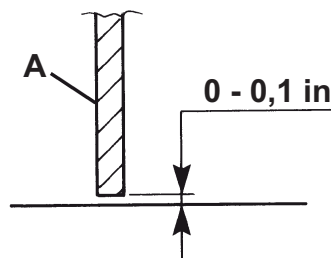

Figure 12
2. Contrôler que la hauteur des volets latéraux (16 et 17) du sol est comprise entre 0 et 3 mm (entre 0 et 0,1 in) (Fig. 12). Si besoin est, régler la hauteur des volets, en procédant comme suit :